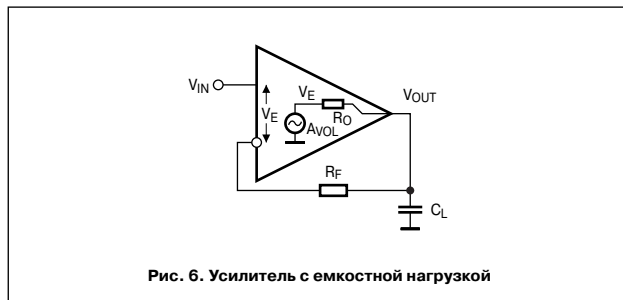

Рис. 6. Усилитель с емкостной нагрузкой
**Емкостная нагрузка.** Типичная схема усилителя с емкостной нагрузкой приведена на Рис. 6. Емкость нагрузки  $C_L$  вместе с выходным сопротивлением усилителя при разорванной обратной связи  $R_O$  образует фильтр низкой частоты, приводящий к дополнительному сдвигу фазы, величина которого рассчитывается по формуле: